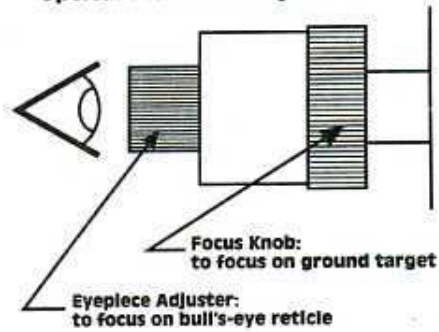

FIG. 9
- C) Dévisser légèrement la pompe de serrage jusqu'à ce que votre point de départ au sol corresponde au centre du plomb optique (Fig. 9).